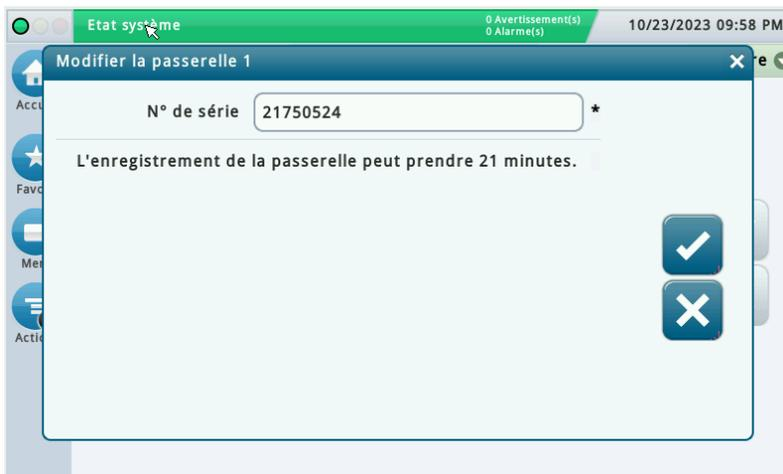

Figure 20. Écran Modifier la passerelle
6. Effacez le numéro de série de la passerelle remplacée, et saisissez le numéro de série de la passerelle de rechange (voir la Figure 20).